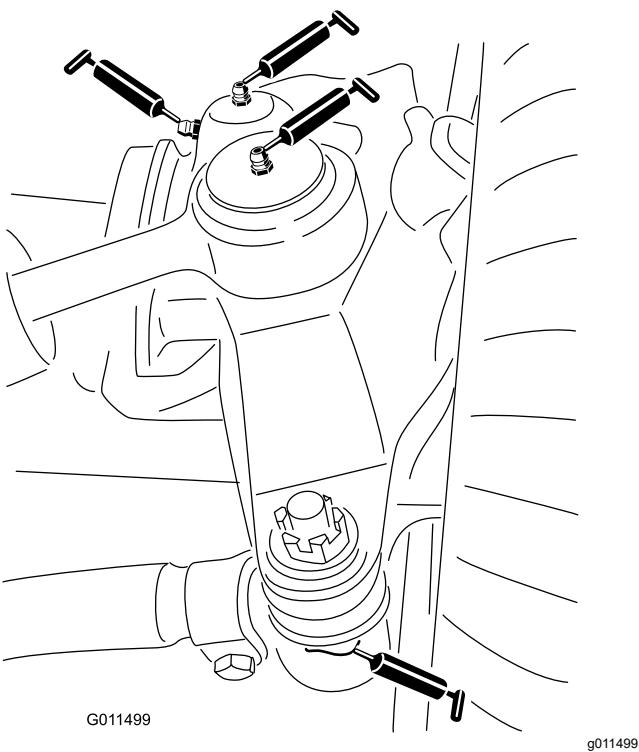

Figura 76
- Articulaciones esféricas del cilindro de dirección (2) (Figura 76)
- Articulaciones esféricas de las bielas (2) (Figura 76)
- Casquillos de los pivotes de dirección (2) (Figura 76).